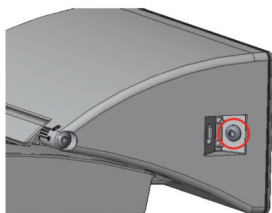

Fig. 5
6. Retirez les vis des côtés du boîtier de dérivation avec une clé hexagonale M4 (**Figure 5**).